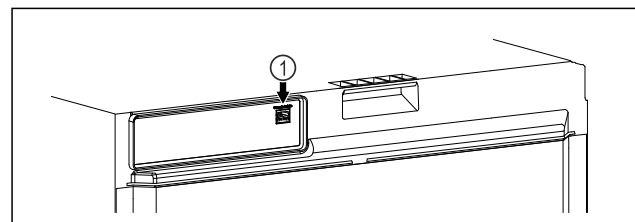

Fig. 101
- SmartModule Fig. 101 (1) este instalat.